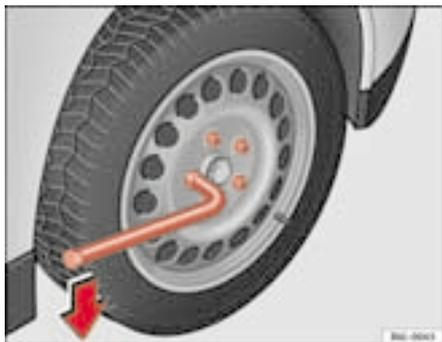

Fig. 136 Cambio di una ruota: come allentare le viti
- Afferrare la chiave il più possibile verso l'estremità e ruotarla di circa un giro verso **sinistra** ⇒ fig. 136.